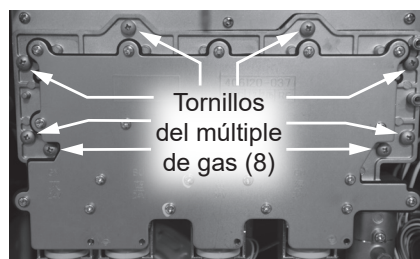

Figura 115 - Retiro de los tornillos del múltiple de gas
- 14 Ubique los ocho tornillos que fijan el múltiple de gas al conjunto de quemador. Retire los tornillos y déjelos a un lado en un lugar seguro para volver a instalarlos. Consulte la Figura 115.